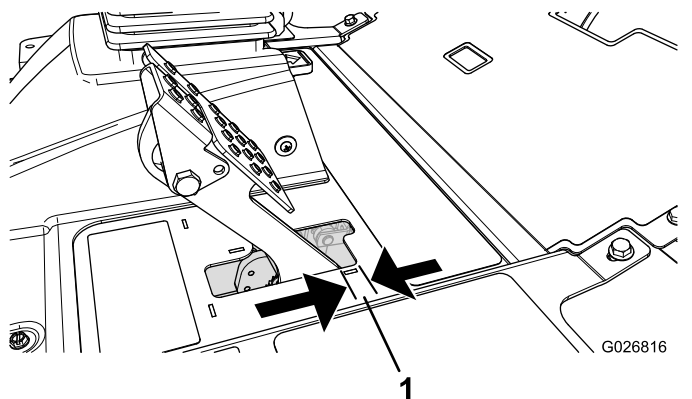

Figura 84
Ajuste os travões se o pedal do travão apresentar uma folga superior a 2,5 cm (Figura 84) ou quando os travões não funcionarem de forma eficaz. Folga é a distância percorrida pelo pedal antes de se verificar qualquer resistência ao movimento.
2. Aperte a porca traseira para deslocar o cabo para trás até que os pedais dos travões apresentem uma folga de 6,3 a 12,7 mm (Figura 84), antes de a roda bloquear.